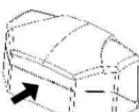
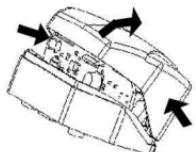

Рис. 1
Рис. 2
1. Снимите крышку извещателя, для чего нажав на заднюю стенку основания извещателя (рис.1), сдвиньте пальцами второй руки края крышки, в местах указанных на рис.2, снимите крышку.